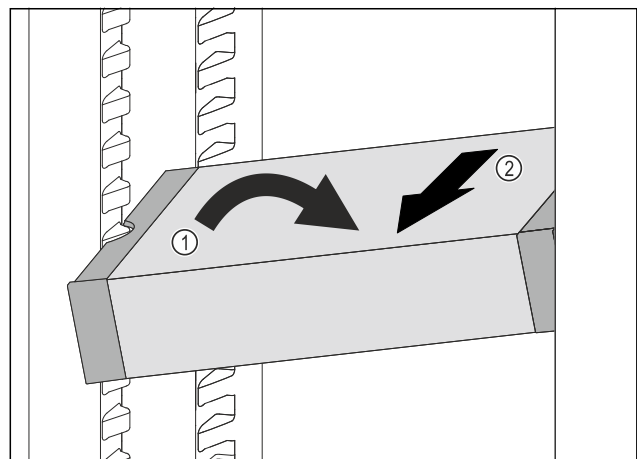

Fig. 206
- ▶ VarioSafe im Kühlteil schräg stellen. *Fig. 206 (1)*
- ▶ VarioSafe nach vorne entnehmen. *Fig. 206 (2)*